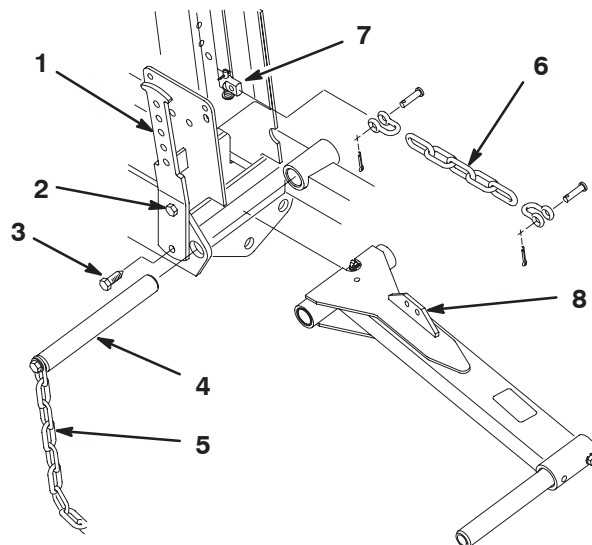

Figure 7
3. Desserrez la vis supérieure de fixation du bras d'équilibrage gauche au bâti (Fig. 7).
4. Retirez la vis inférieure et l'écrou de fixation du bras d'équilibrage gauche au bâti (Fig. 7).
5. Tournez le bras d'équilibrage vers l'extérieur pour permettre le retrait de l'axe de pivot du bras de relevage et de la chaîne de basculement (Fig. 7).
6. Placez le bras de relevage entre les longerons du bâti, alignez les trous de fixation et insérez l'axe de pivot (Fig. 7). Insérez l'axe de pivot de sorte que le bras d'équilibrage s'engage dans la fente de l'axe. Ne fixez pas le bras d'équilibrage à ce stade.